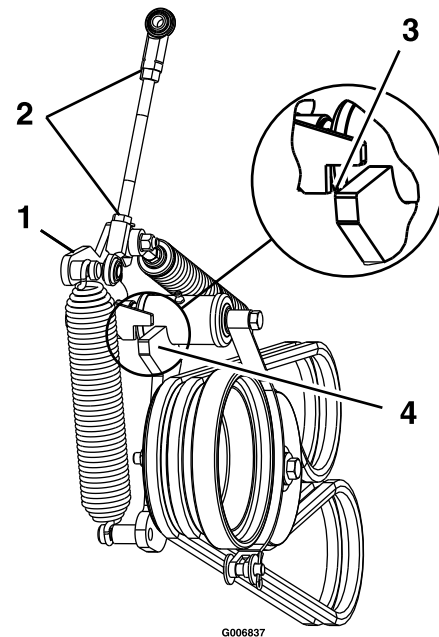

Figura 60
12. Afloje las contratuercas y ajuste el acoplamiento hasta que la parte superior del brazo de la polea tensora esté alineado con la parte inferior de la muesca del brazo de tensión, tal y como se muestra en la Figura 60.